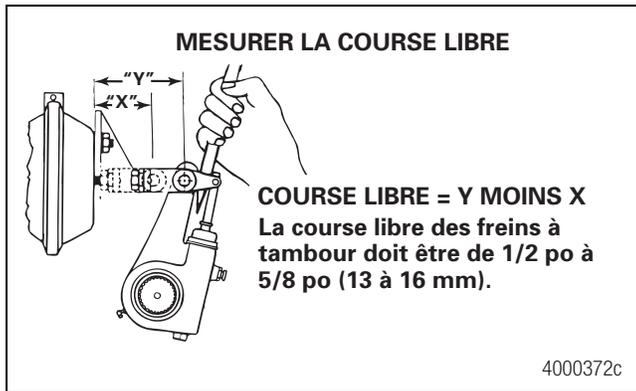

Figure 6.2
- Mesurer la distance entre le centre de l'axe de grand diamètre de la chape et la partie inférieure du récepteur de freinage alors que les freins sont relâchés. La mesure obtenue est la cote X dans la Figure 6.2.
- Utiliser un levier pour déplacer le dispositif de rattrapage de jeu et positionner les segments de frein contre le tambour, freins appliqués. Mesurer ensuite la même distance lorsque les freins sont appliqués. La mesure obtenue est la cote Y dans la Figure 6.2.
- Soustraire la cote X de la cote Y pour obtenir la course libre. Le résultat doit être de 1/2 po à 5/8 po (13 à 16 mm) pour des freins à tambour. Figure 6.2.